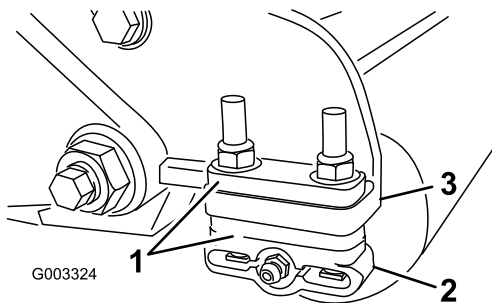

Figura 10
1. Ajuste los soportes del rodillo trasero (Figura 10) al intervalo de alturas de corte deseado colocando la cantidad necesaria de espaciadores debajo de la brida de montaje de la chapa lateral (Figura 10), según lo indicado en la Tabla de alturas de corte.